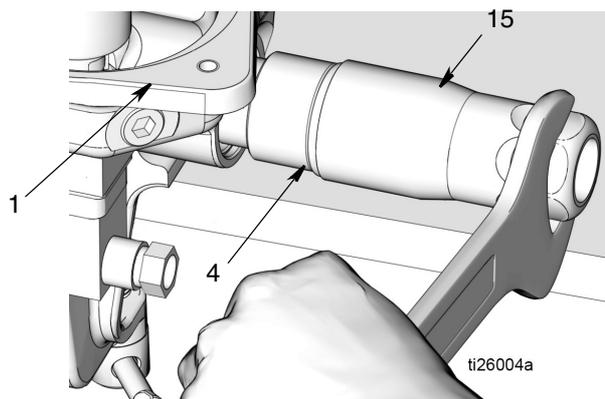

FIG. 25
- e. Deseche las juntas tóricas (7, 41) y la tuerca (5) según la normativa para una eliminación correcta
17. Saque la válvula de retención de salida (15) de la base de la bomba (1) (FIG. 25). Quite la junta tórica (4) de la válvulas de retención de salida. Deseche la junta tórica según la normativa para una eliminación adecuada.